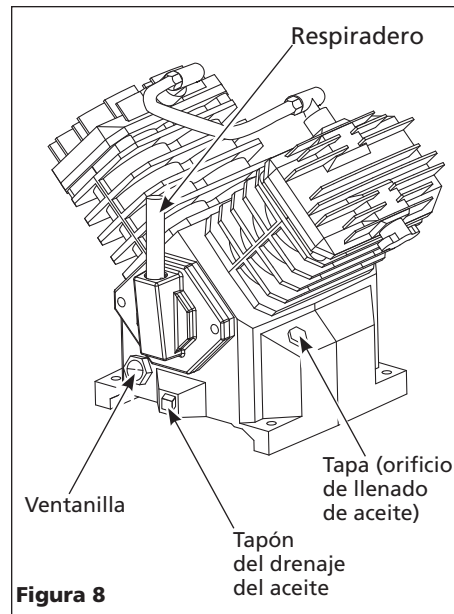
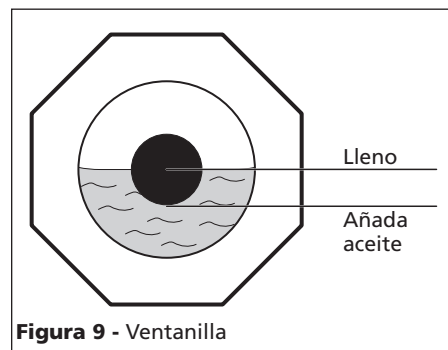

Figura 8
Figura 9 - Ventanilla
Esta bomba tiene una ventanilla para ver el aceite, como se muestra en la Figura 8. El nivel de aceite se puede monitorear y mantener como se muestra en la Figura 9.
1. Quite la tapa de la abertura de llenado de aceite. Llene la bomba con el nivel de aceite adecuado (vea la Figura 9). Instale el respiradero (se encuentra en la bolsa de repuestos con este manual o colgando del cilindro).